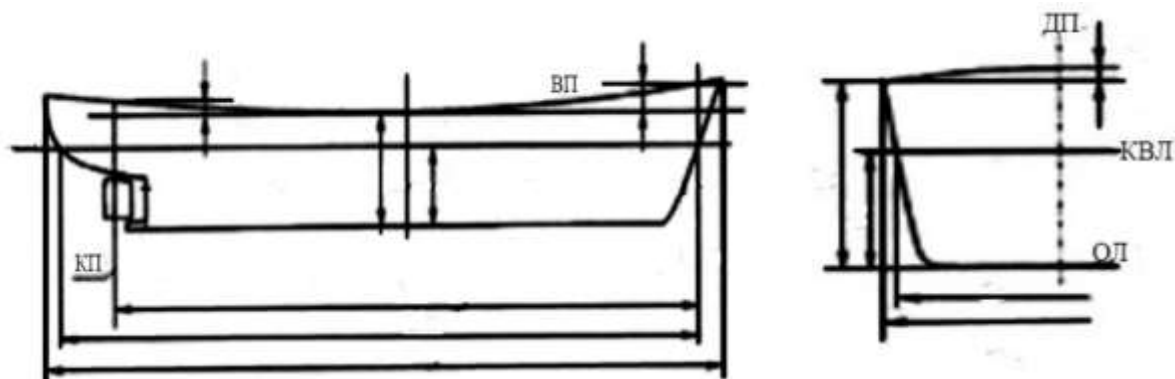

Рис. 2. Эскиз судна
**Задание 1.** Вычертить эскиз судна так, как изображено на рис. 2 и указать главные размерения судна.